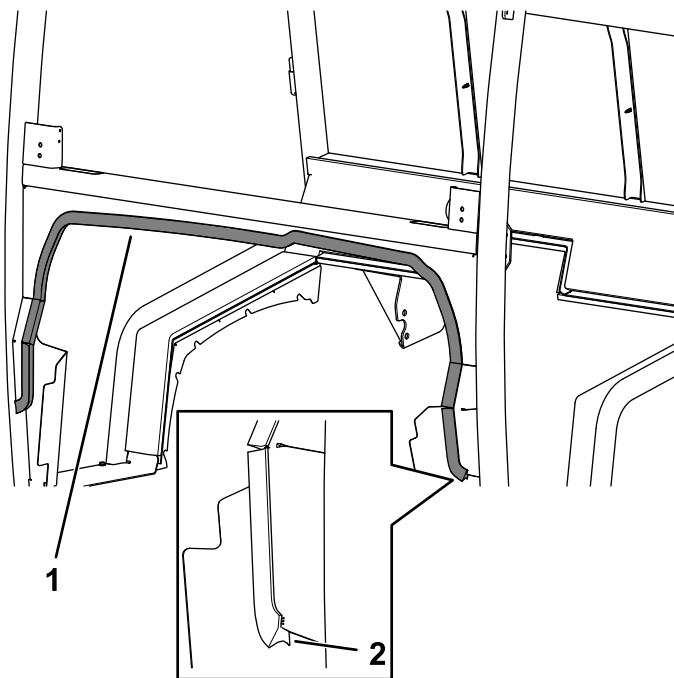

Bild 30
4. Bringen Sie die untere Armaturenbrettdichtung an der Kabine an (Bild 30).
Stellen Sie sicher, dass Sie die Dichtung mit der längeren Lippe vorne befestigen (Bild 30).